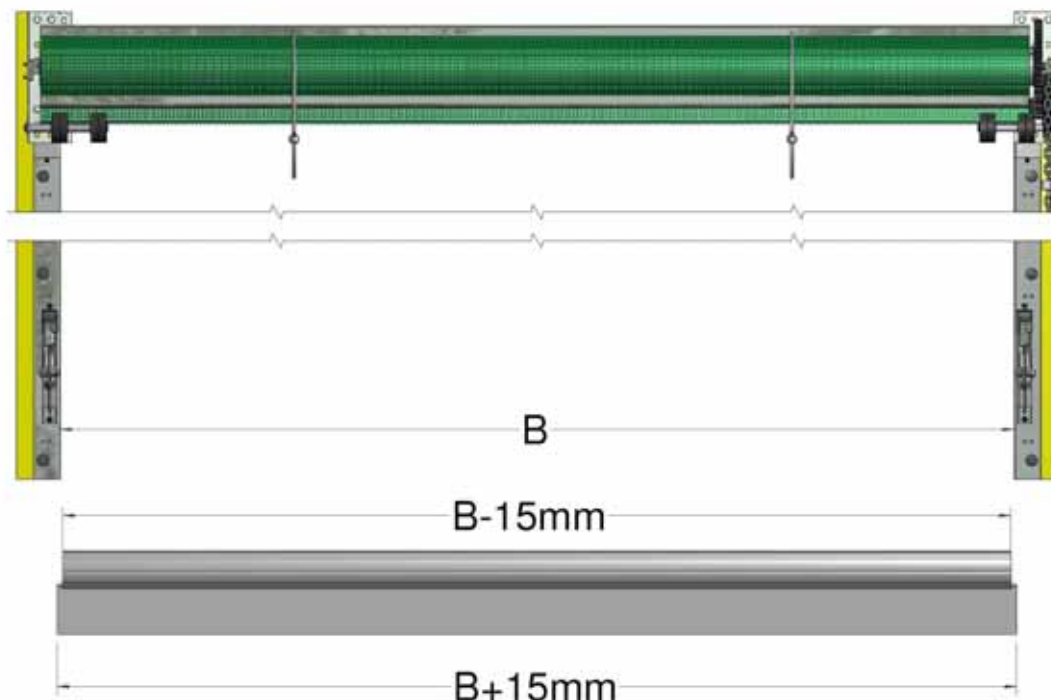

Figure 15, couper à la longueur le tube inférieur, l'insert et le volet inférieur
14. Découpe du tube inférieur et du volet (figure 15) :